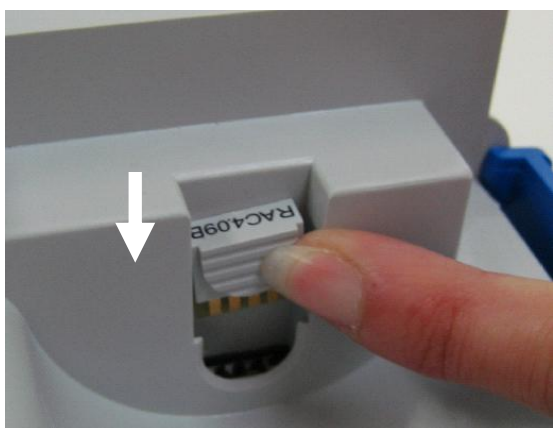

Рис. 7
4. Вставьте новый ПЗУ, как показано на рис.7. Убедитесь в том, что ПЗУ вставлено в гнездо до упора (визуально).